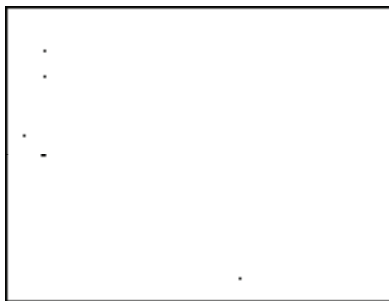

图 14-159 复制结果
7) 因为第 7 层的剖面窗在生成剖面图时缺失, 所以需要调用“复制”命令, 复制高度为 600mm 的剖面窗, 结果如图 14-159 所示。